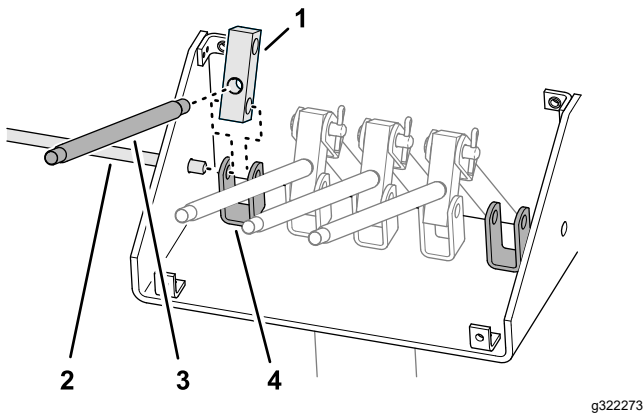

Figura 25
- 2. Monte una palanca en un bloque (Figura 25).
- 3. Alinee el orificio del bloque de la palanca con los orificios del soporte del acoplamiento de control situado en el extremo izquierdo (Figura 25).